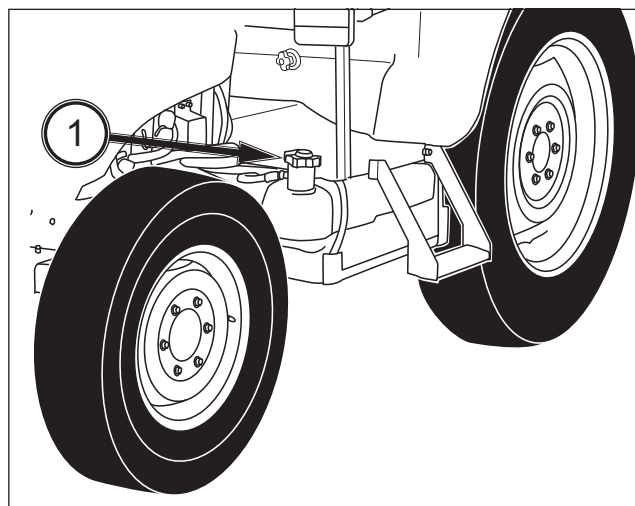

FIG. 128
FIG. 128 : lorsque vous retirez le bouchon de remplissage (1) du réservoir de carburant, vous pouvez entendre un sifflement ou un bruit sec. Ce bruit, dû à la conception du bouchon, est normal. Ne modifiez pas le bouchon et n'utilisez pas un bouchon non homologué, car cela pourrait provoquer une fuite de carburant en cas de retournement du tracteur.